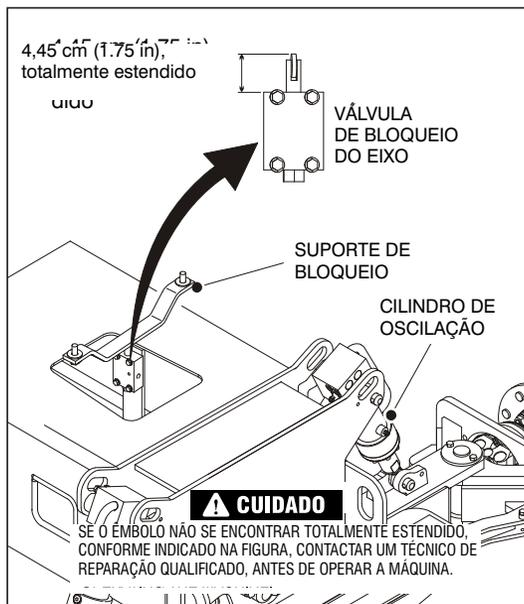

Figura 2-7. Inspeção Exterior Diária – Folha 4 de 4
4. **“Inspeção exterior”** – Consultar Figura 2-4., Figura 2-5. e Figura 2-7.